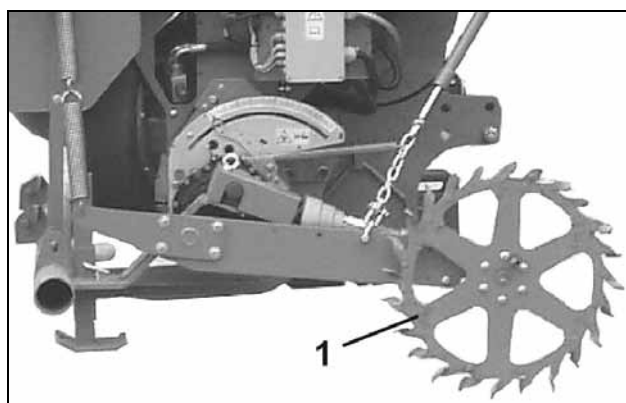

Fig. 28
- La ruota con sperone (Fig. 28/1) aziona, tramite il riduttore Vario, i rulli dosatori nel dosatore semente (non per il dosaggio completo elettrico).